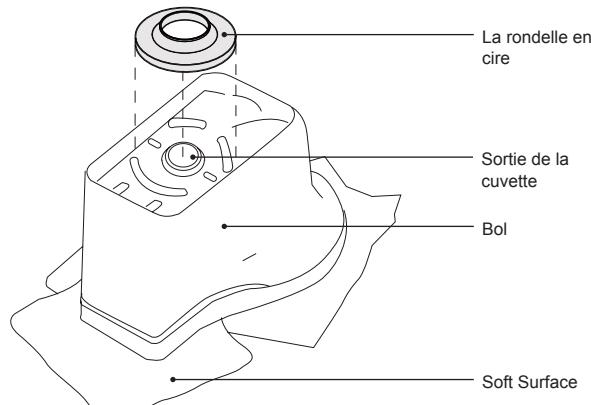

Figure 3
AVERTISSEMENT Lorsque vous placez la bague de cire sur la sortie du WC, le bride conique doit être orientée vers le haut (figure 3). Cette bride conique se reposer à l'ouverture dans le plancher.
- Placez la bague de la cire sur l'orifice de sortie de toilette (Figure 3).